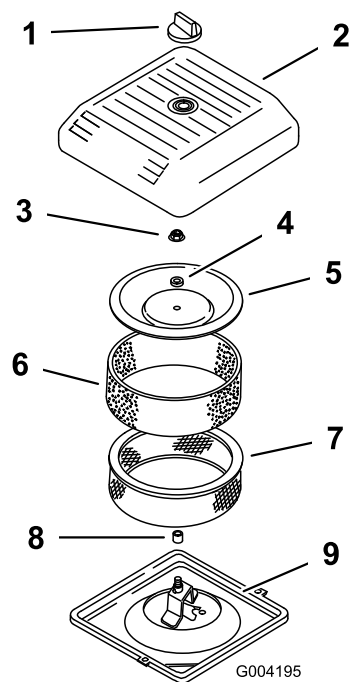

Figura 40
3. Desenrosque el pomo y retire la tapa del limpiador de aire (Figura 40).
4. Deslice cuidadosamente el prefiltro de gomaespuma para separarlo del elemento de papel (Figura 40).
5. Desenrosque la tuerca de la tapa y retire la tapa, el espaciador y el filtro de papel (Figura 40).